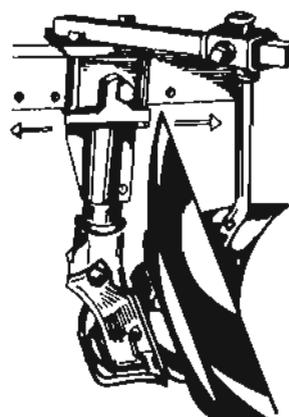

Fig. 3
- c Gradúe el ancho de corte (fig. 3).